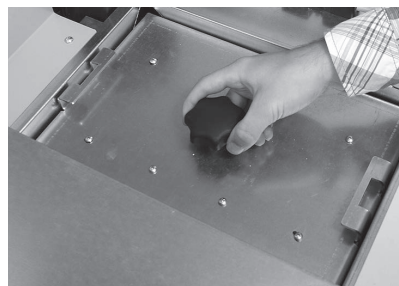

Fig. 67 Verschraubung aufdrehen
- ▶ Verschraubung beim Deckel aufdrehen – Fig. 67.